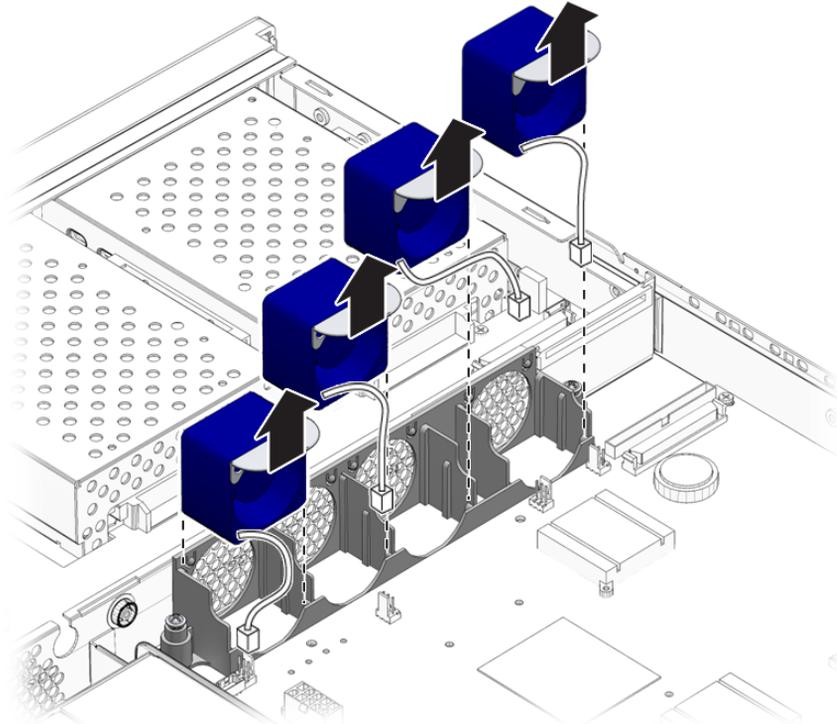

FIGURE 1-12 Retrait des ventilateurs
4. Dégagez le ventilateur du châssis (FIGURE 1-12).